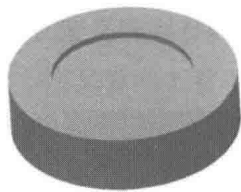
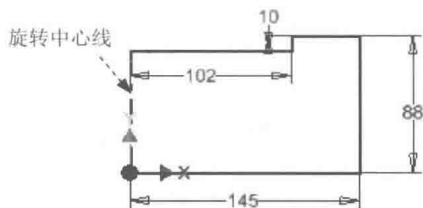
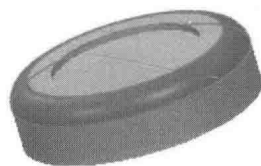
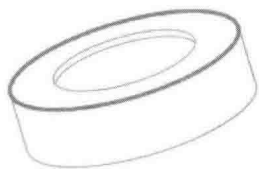

图 1.2 旋转特征 1
图 1.3 截面草图
图 1.4 倒圆特征 1
图 1.5 定义倒圆角边线
Step2. 创建图 1.2 所示的旋转特征 1。
- (1) 选择命令。在 **创建** 区域中单击 按钮，系统弹出“创建旋转”对话框。
- (2) 定义特征的截面草图。单击“创建旋转”对话框中的 **创建二维草图** 按钮，选取 XY 平面为草图平面，进入草绘环境，绘制图 1.3 所示的截面草图。
- (3) 定义旋转属性。单击 **草图** 选项卡 **返回到三维** 区域中的 按钮，然后在“旋转”对话框 **范围** 区域的下拉列表中选中 **全部** 选项。
- (4) 单击“旋转”对话框中的 **确定** 按钮，完成旋转特征 1 的创建。
Step3. 创建图 1.4 所示的倒圆特征 1。选取图 1.5 所示的模型边线为倒圆的对象，输入倒圆角半径值 30.0。